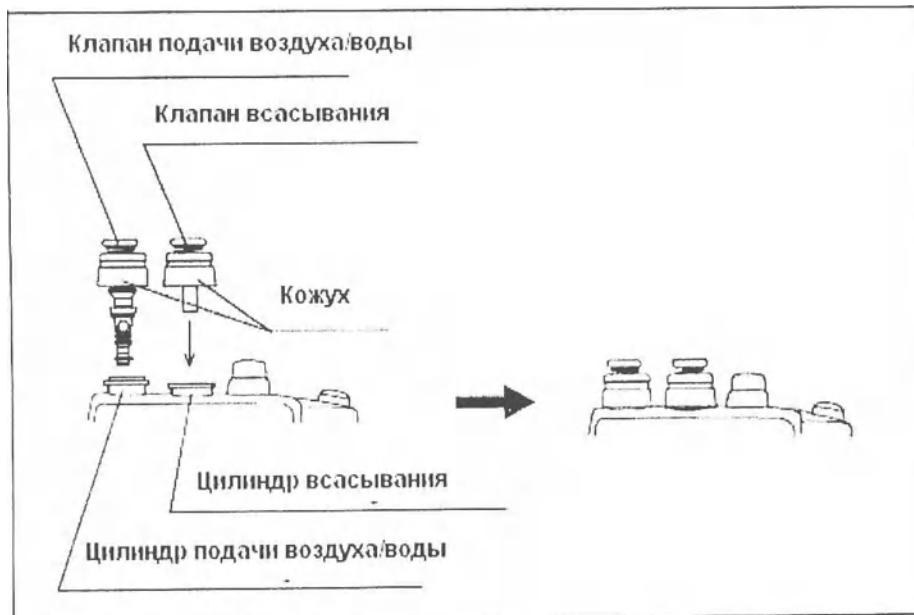

Рисунок 3.13
1. Закрепите клапан подачи воздуха/воды к цилиндру эндоскопа (смотрите Рисунок 3.13).